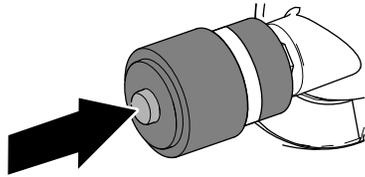

Figura 80
1. Se compare una striscia rossa nell'indicatore di manutenzione, premete il pulsante di ripristino all'estremità dell'indicatore (Figura 80)